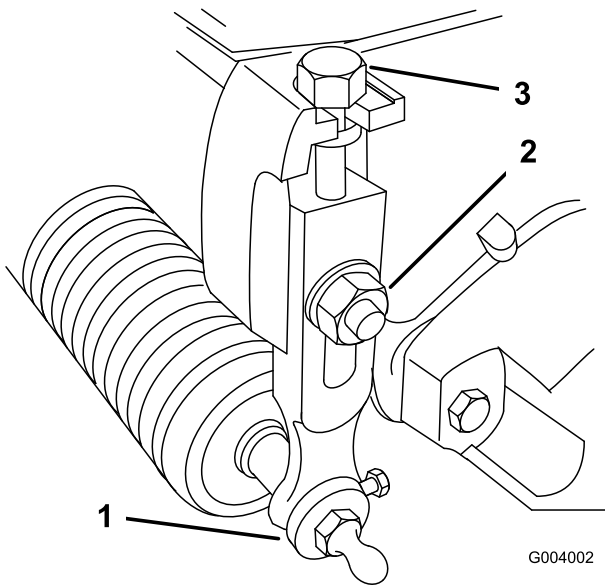

図 15
1. 刈り高アームをCuttingユニットのサイドプレートに固定しているロックナットをゆるめる(図 15)。